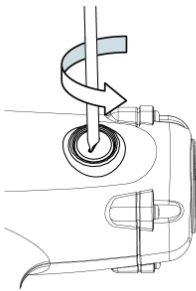

Fig. 3
- Lossa kolborstens panel moturs genom att använda slitsade bits (Fig. 3).